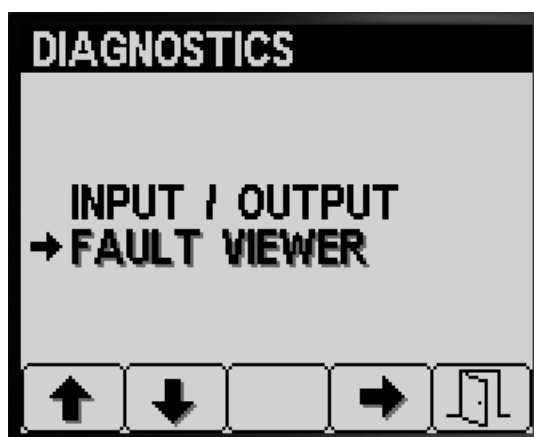

Figura 86
1. Premete il pulsante 1 o 2 sulla schermata Diagnostica fino a raggiungere l'opzione FAULT VIEWER (Figura 86).
2. Premete il pulsante 3 per selezionare la voce **FAULT VIEWER** (Figura 86).